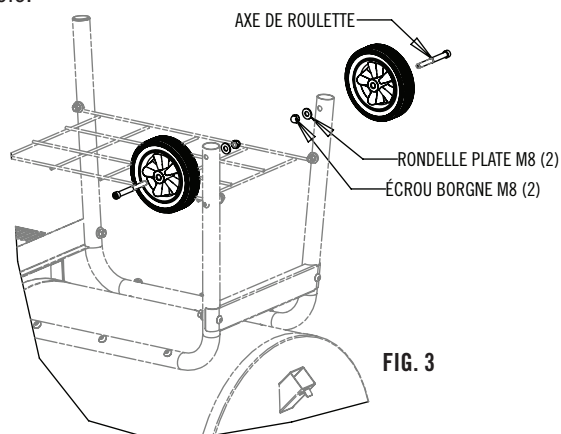

FIG. 3
4. Monter les deux roulettes aux pieds comme illustré à la Fig. 3 à l'aide de leurs deux axes, de 2 rondelles plates M8 et de deux écrous borgnes M8. Serrer toute la quincaillerie de l'axe avec une clé.